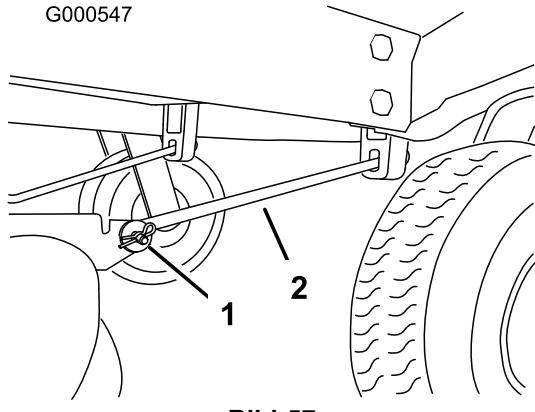

Bild 57
**Hinweis:** Stellen Sie nach dem Einstellen der Einstellmuttern sichern, dass die Stützstangen kein Spiel aufweisen (Bild 57). Ziehen Sie die Stangen fest, wenn ein Spiel vorhanden ist (Bild 56).
4. Nehmen Sie an jeder Seite des Mähwerks den Splint und den Lastösenbolzen aus der vorderen Stützstange (Bild 57).
8. Befestigen Sie die vorderen Stützstangen mit den Lastösenbolzen und Splints an der Maschine (Bild 57).